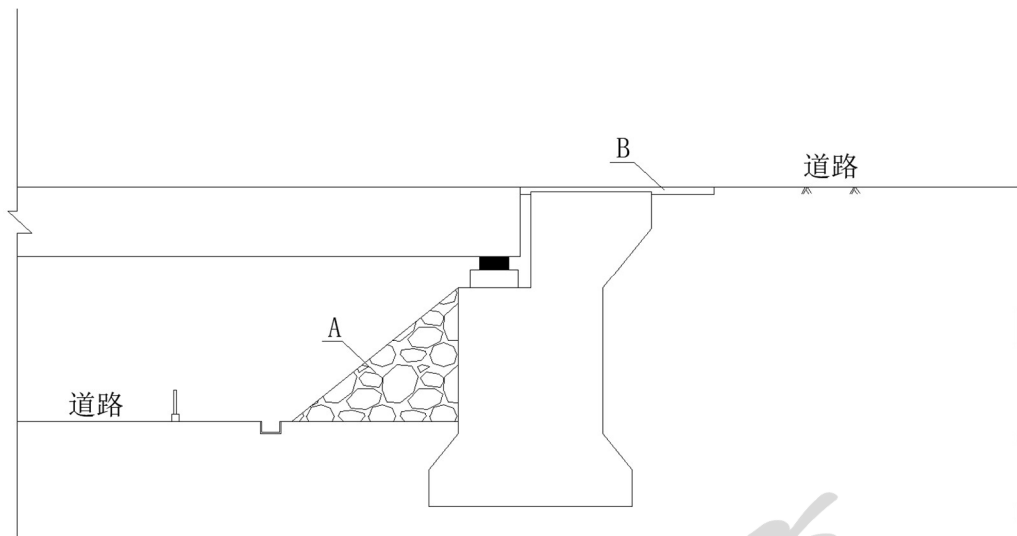

图 2 桥台纵断面布置图
甲公司承建一座城市高架桥，上部结构为 4 跨 20m 预应力空心板梁，横断面布置空心板梁 10 片，支座采用板式橡胶支座，桥梁跨越一条 5m 宽护城河，下部结构采用支架法现浇盖梁，柱式桥墩，基础为钻孔灌注桩基础，桥台纵断面布置如图 2 所示。
1. 写出图 2 中 A、B 分别表示的是什么结构？并说明其作用。